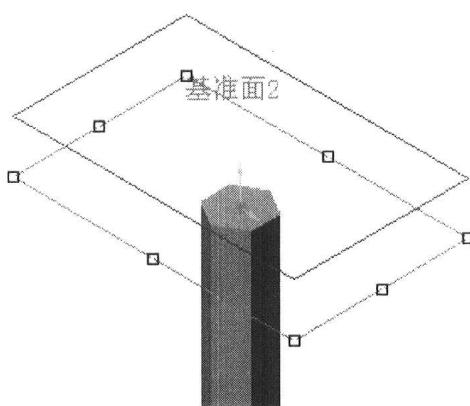

图 2-7 生成基准面 5
step 18 新建一个基准面 5，具体操作参照第 9 步到第 11 步，结果如图 2-7 所示。